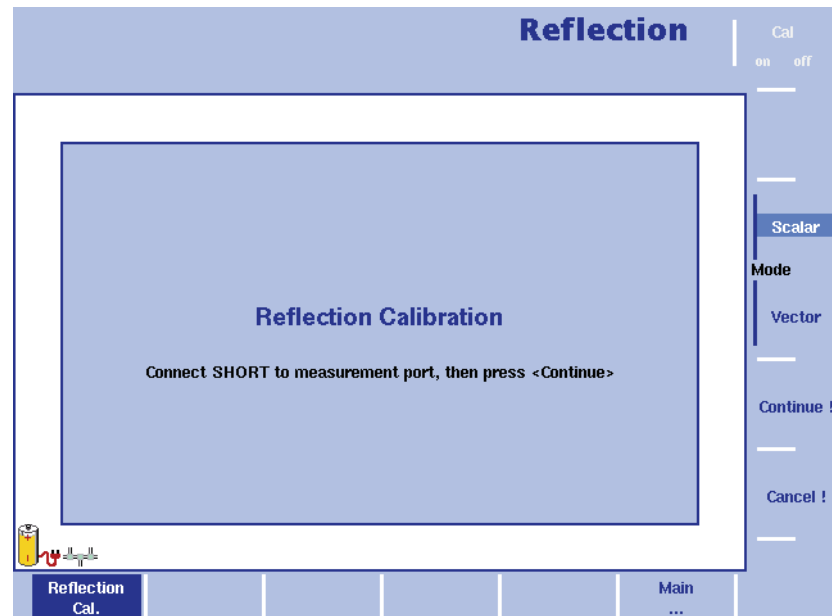

Abb. 44 Menü Reflection Calibration
- 3 In diesem Menü können Sie den gewünschten Messmodus mit dem Softkey **Scalar** bzw. **Vector** auswählen. Die Skalarmessung misst den Pegel des reflektierten Signals. Die Vektormessung ist noch genauer und misst auch die Phase des reflektierten Signals. Neben der Erhöhung der Messgenauigkeit vergrößert sich damit auch der Messbereich für Rückflusdämpfung. Der 9103 führt mit Bildschirm-Hinweisen wie in Abbildung 44 Schritt für Schritt durch den Kalibriervorgang. Schließen Sie auf Aufforderung den Kalibriersatz an das Verlängerungskabel für den Prüfanschluss an und drücken Sie auf **Continue**. Sie können den Kalibriervorgang mit dem Softkey **Cancel !** abbrechen.